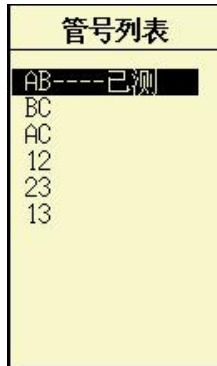

图 3.4 管号的选择
- 3、管号：测试时收发换能器所在的两个声测管的编号，代表基桩的一个测试面，用户可以输入，如 AB、BC、AC 等，有时候也输入 12、23、13 等。按**确认**键选择，其操作方法与设置工程名称基本一致，与如图 3.4 所示。唯一不同的在于：后面有“已测”字样的管号表示该管号所代表的剖面已经完成测试。如果用户选择带有“已测”字样的管号，则会打开该剖面的测试数据。